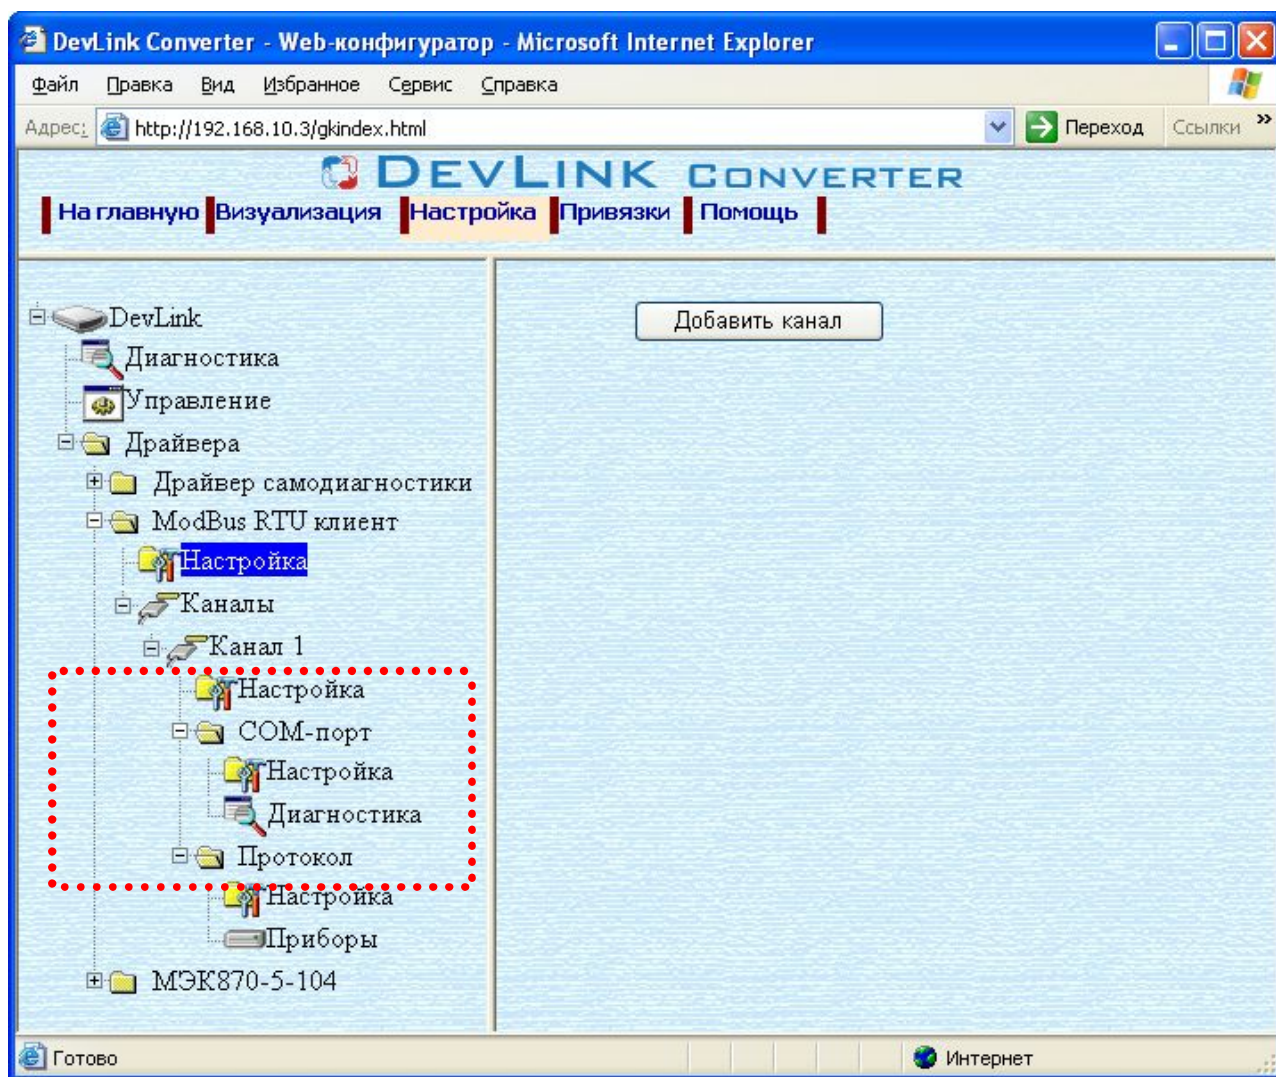

Рисунок 3.3 – Поддерживаемое дерево нового канала драйвера
- Нажмите на кнопку *«Добавить канал»*. В результате будет произведено добавление канала. Дерево объектов будет обновлено. Папка *«Каналы»* драйвера должна содержать поддерево, относящееся к новому каналу (рисунок 3.3).